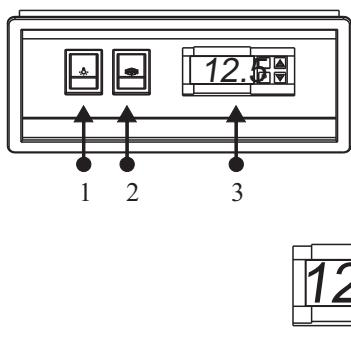

Fig.9
3. Int. refrigerazione: Serve per accendere l'impianto refrigerante. **4. Termometro:** Indica la temperatura all'interno dell'apparecchiatura. **Termostato:** Regola la temperatura all'interno dell'apparecchiatura. Per la regolazione della temperatura: **a)** Premendo il **Tasto 5 "SET"** (una sola volta) apparirà la temperatura della cella impostata (sul display), premendo piu' volte il **Tasto 6 "UP"** otterremo l'aumento della temperatura. Premendo invece il **Tasto 7 "DOWN"** otterremo la diminuzione della temperatura (vedi Fig. 9).